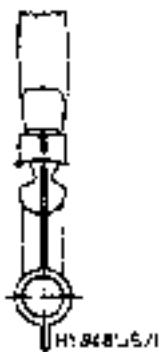

Figure 7
- Les flammes du brûleur doivent être de teinte bleue, sans séparation entre les flammes et les orifices du brûleur - voir la figure 7.